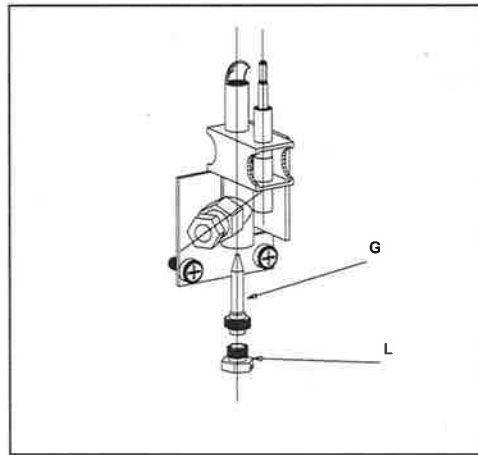

ABB. 4
4.3 EINSTELLUNG DES ZÜNDBRENNERS (Abb.4)